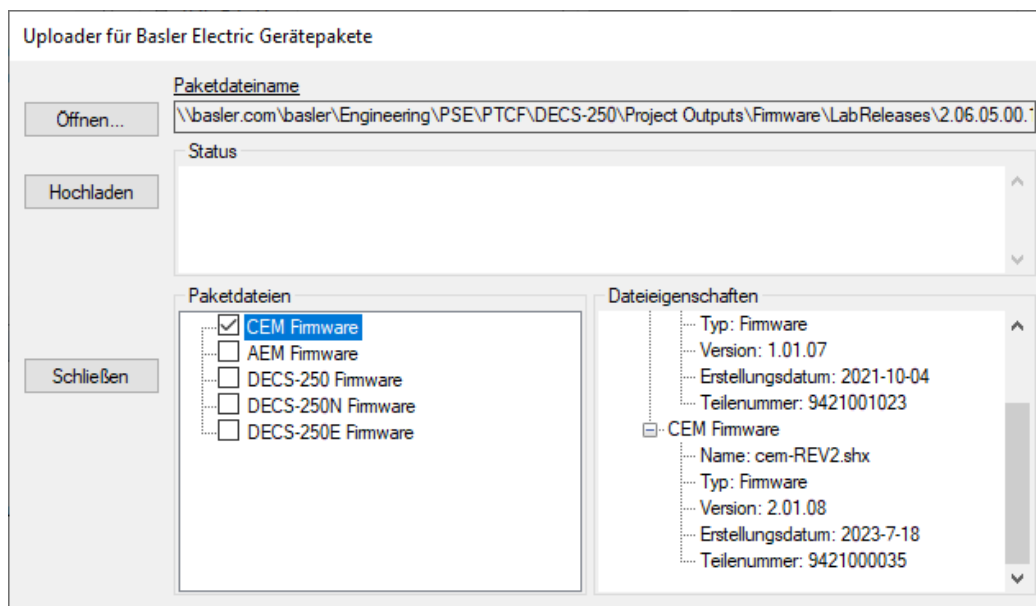

Abbildung 6-1. Uploader für Basler Electric Gerätepakete
8. Wenn der Bildschirm "Uploader für Basler Electric Gerätepakete" (Figure 6-1) erscheint, klicken Sie auf die Schaltfläche "Öffnen", um nach dem Gerätepaket zu suchen, das Sie von Basler Electric erhalten haben. Die Paketdateien werden zusammen mit den Dateidetails aufgelistet. Setzen Sie ein Häkchen in die Kästchen neben den einzelnen Dateien, die Sie hochladen möchten.